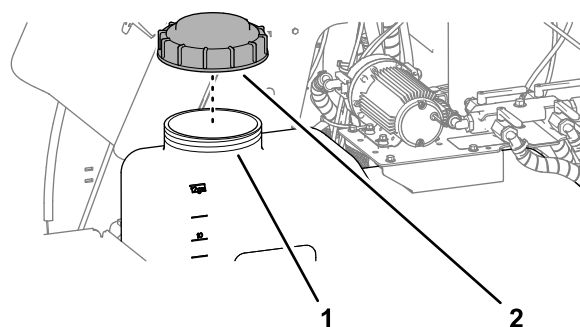

Figure 44
5. Ouvrez le bouchon de la cuve du pulvérisateur (Figure 44).